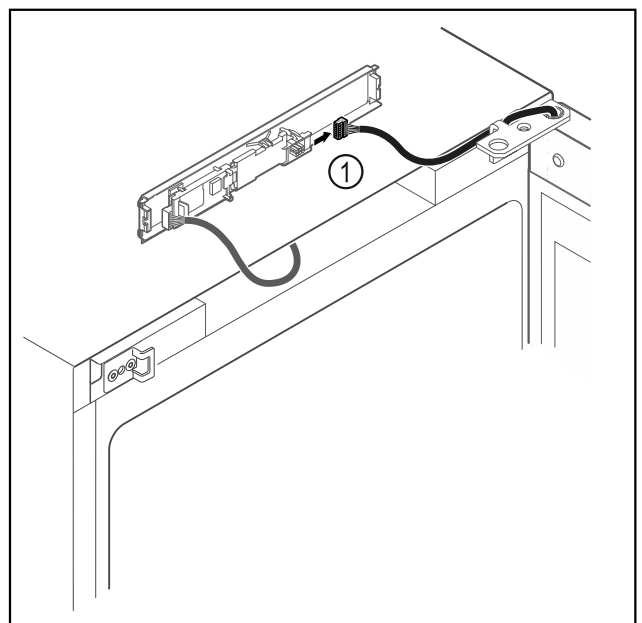

Fig. 18
- ▶ Scollegare il connettore Fig. 18 (1) dalla scheda.